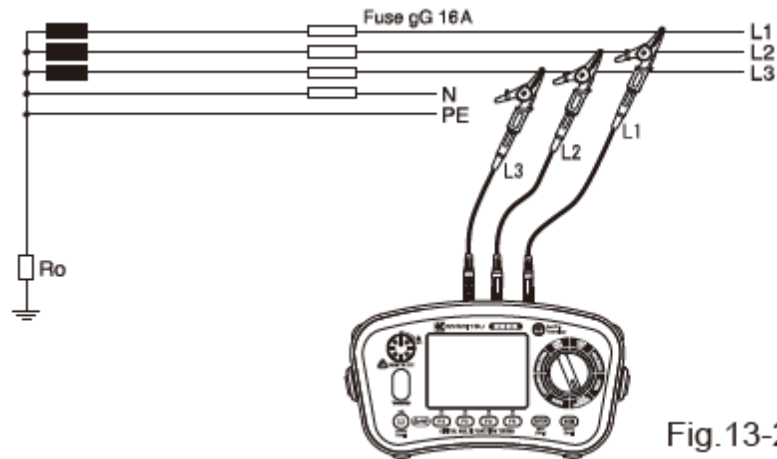

Fig.13-2
3. Connectez chaque sonde de test à un circuit (Figure 13-2)